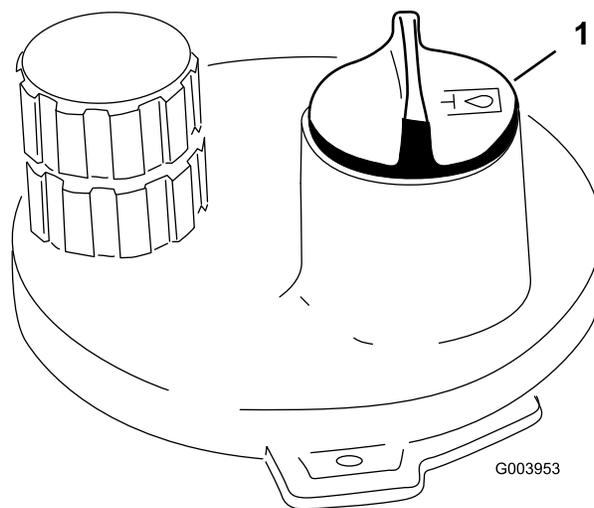

Figura 37
3. Pulite attorno al collo del bocchettone e del tappo del serbatoio idraulico (Figura 37). Togliete il tappo dal collo di riempimento.